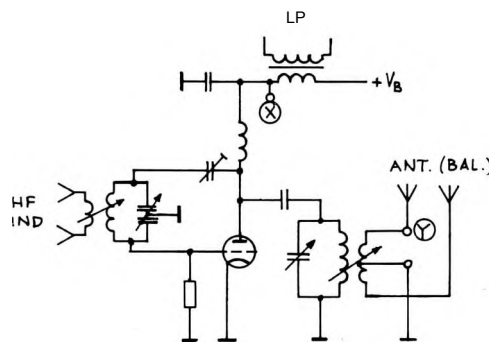
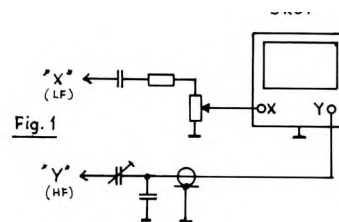

Fig. 1.
Fig. 5.
1. Fig. 1 viser et triode PA-trin med neutrodynamisk stabilisering. Den balancerede fødeledning tilkobles over en særlig koblingsspole med jordet midtpunkt. Koblingen kan indstilles ved at bevæge koblingsspolen i forhold til tankkredsen spole. Berørings sikkerheden opnås ved at jorde tankkredsen og koble denne til røret via en koblingskondensator. Anodespændingen tilføres via en HF-drosselspole.
5. Oscilloskopets X-indgang (vandret afbøjning) forbindes til den modulerende LF, f.eks. punkt »X« i fig. 1. Forstærkningen indstilles, så fuld LF-styrke giver en afbøjning over ca. $\frac{2}{3}$ af skærmen. Y-indgangen (lodret afbøjning) forsynes med moduleret
HF, f.eks. fra punkt »Y« i fig. 1. Signalet skal som regel dæmpes som antydnet på fig. 5.